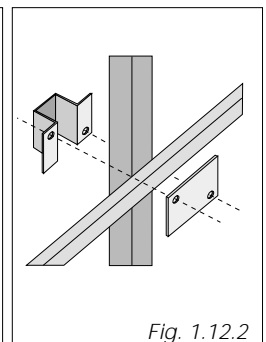

Fig. 1.12.2
- Fijar el estribo a la barra superior de la barandilla, por medio de la abrazadera y de la pletina de sujeción (Fig. 1.12.2).